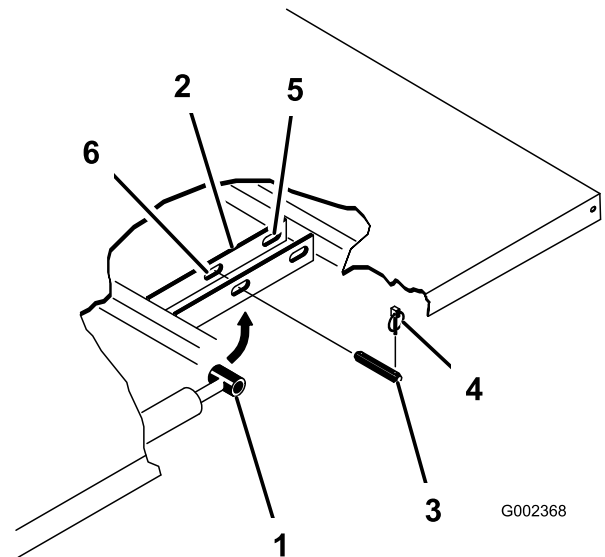

Рисунок 3
4. Удалите шплинты с кольцом из наружных концов шплинтуемых штифтов на штоках гидроцилиндров (Рисунок 3).
5. Снимите шплинтуемые штифты, крепящие концы штоков гидроцилиндров к монтажным плитам кузова, протолкнув штифты внутрь (Рисунок 3).